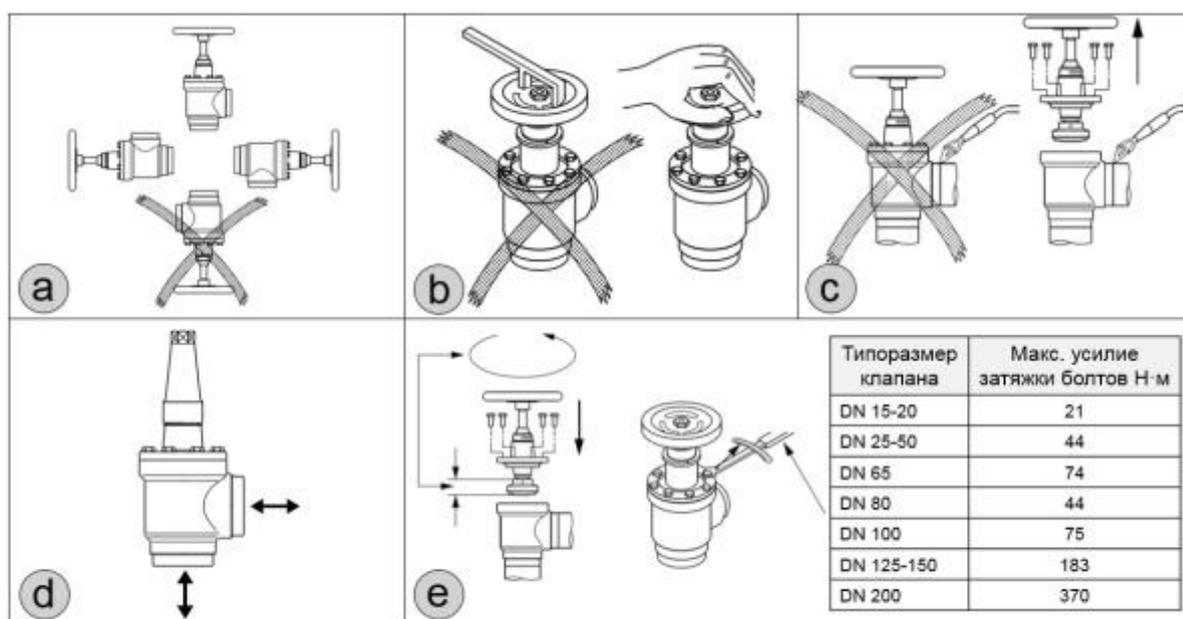

Рис. 4 Инструкция по установке
Перед проведением сварочных работ необходимо разобрать клапан (рис. 4с), чтобы избежать повреждения уплотнительных колец и тефлоновых уплотнений. Разбор клапана не обязателен, если температура между корпусом клапана и запорным органом во время сварки не будет превышать +150°C. Эта температура зависит от метода сварки, а также от наличия охлаждения корпуса клапана во время проведения сварочных работ (охлаждение можно обеспечить, обернув корпус клапана влажной тканью).
Перед сборкой клапана удалите из корпуса и труб окалину и грязь. Убедитесь, что уплотнительные кольца не повреждены. Если поверхность уплотнений оказалась повреждённой или замятой, их необходимо заменить. Перед тем как установить запорную часть клапана в корпус, необходимо полностью выкрутить шток (рис. 4е), т.е. после сборки клапан SVA будет полностью открыт.
**Сборка** Перед сборкой клапана удалите из корпуса грязь. Убедитесь, что уплотнительные кольца не повреждены. Перед тем как установить запорную часть клапана в корпус, необходимо полностью выкрутить шток (рис. 4, e), т.е. после сборки клапан SVA будет полностью открыт.